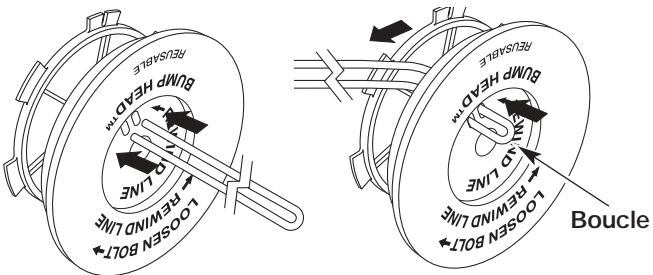

Figure 35
6. Découpez environ 12,2 m (40 pi) de fil neuf et faites-en deux boucles de longueurs égales. Insérez chaque extrémité de fil dans l'un des deux trous du moulinet (Fig. 35). Tirez le fil à travers le moulinet pour que la boucle soit le plus petit possible.